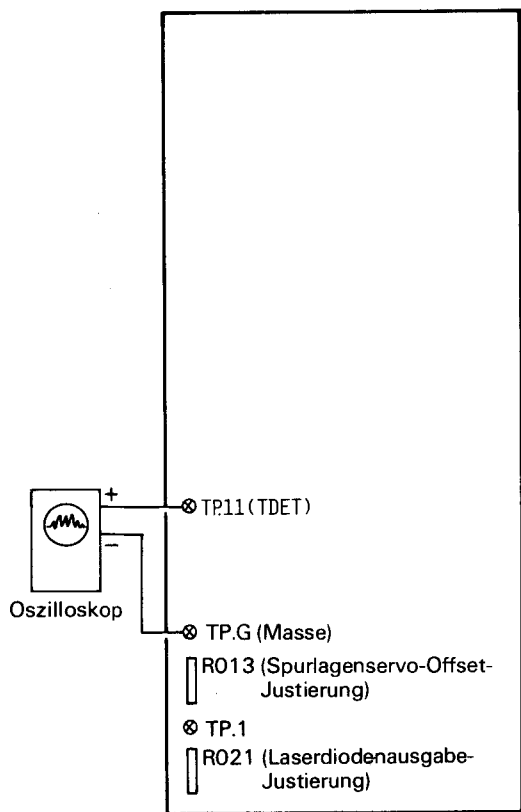

Abb. 26 PP P.W.B.
(2) Justierverfahren
- [1] Schließen Sie das Oszilloskop an die Punkte TP.11 (TDET) und TP.G (Masse) an (Abb. 26).